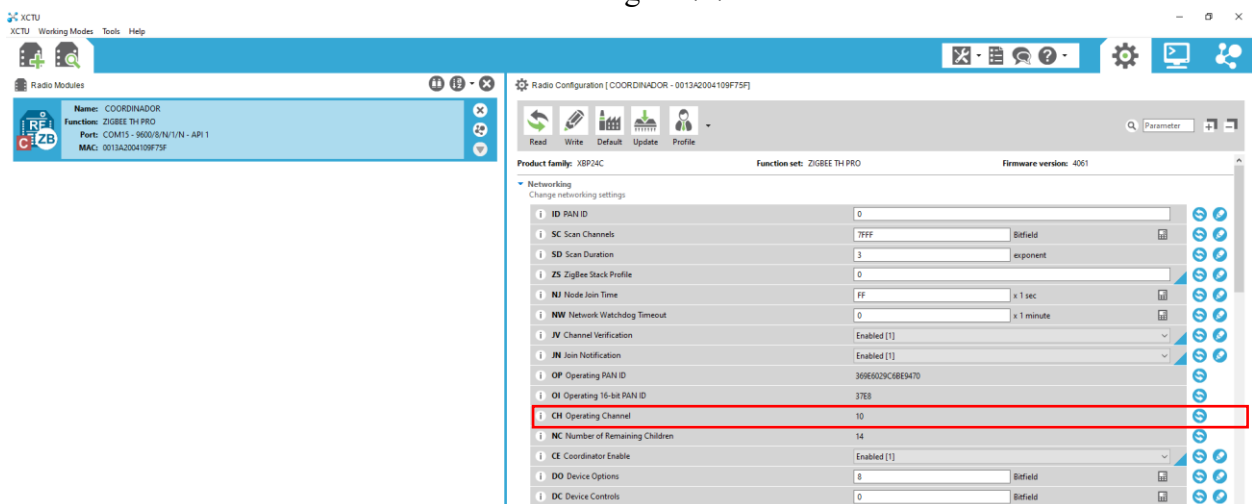

Figura 7.7. Selección del canal de comunicación
- Tenga en cuenta el canal de operación (*CH operation Channel*) que se crea para la comunicación. Necesitará este dato luego para establecer la comunicación con el módulo XBee RECEPTOR. Ver Figura 7.7.